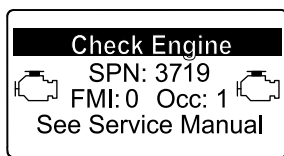

Bild 39
- Motorwarnung SPN 3719, FMI: 0 (Bild 39)